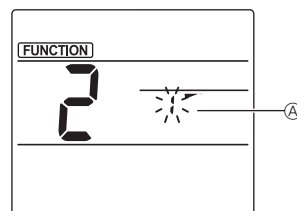

Fig. 2
- ② Sélection du numéro d'ailette (Fig. 2)